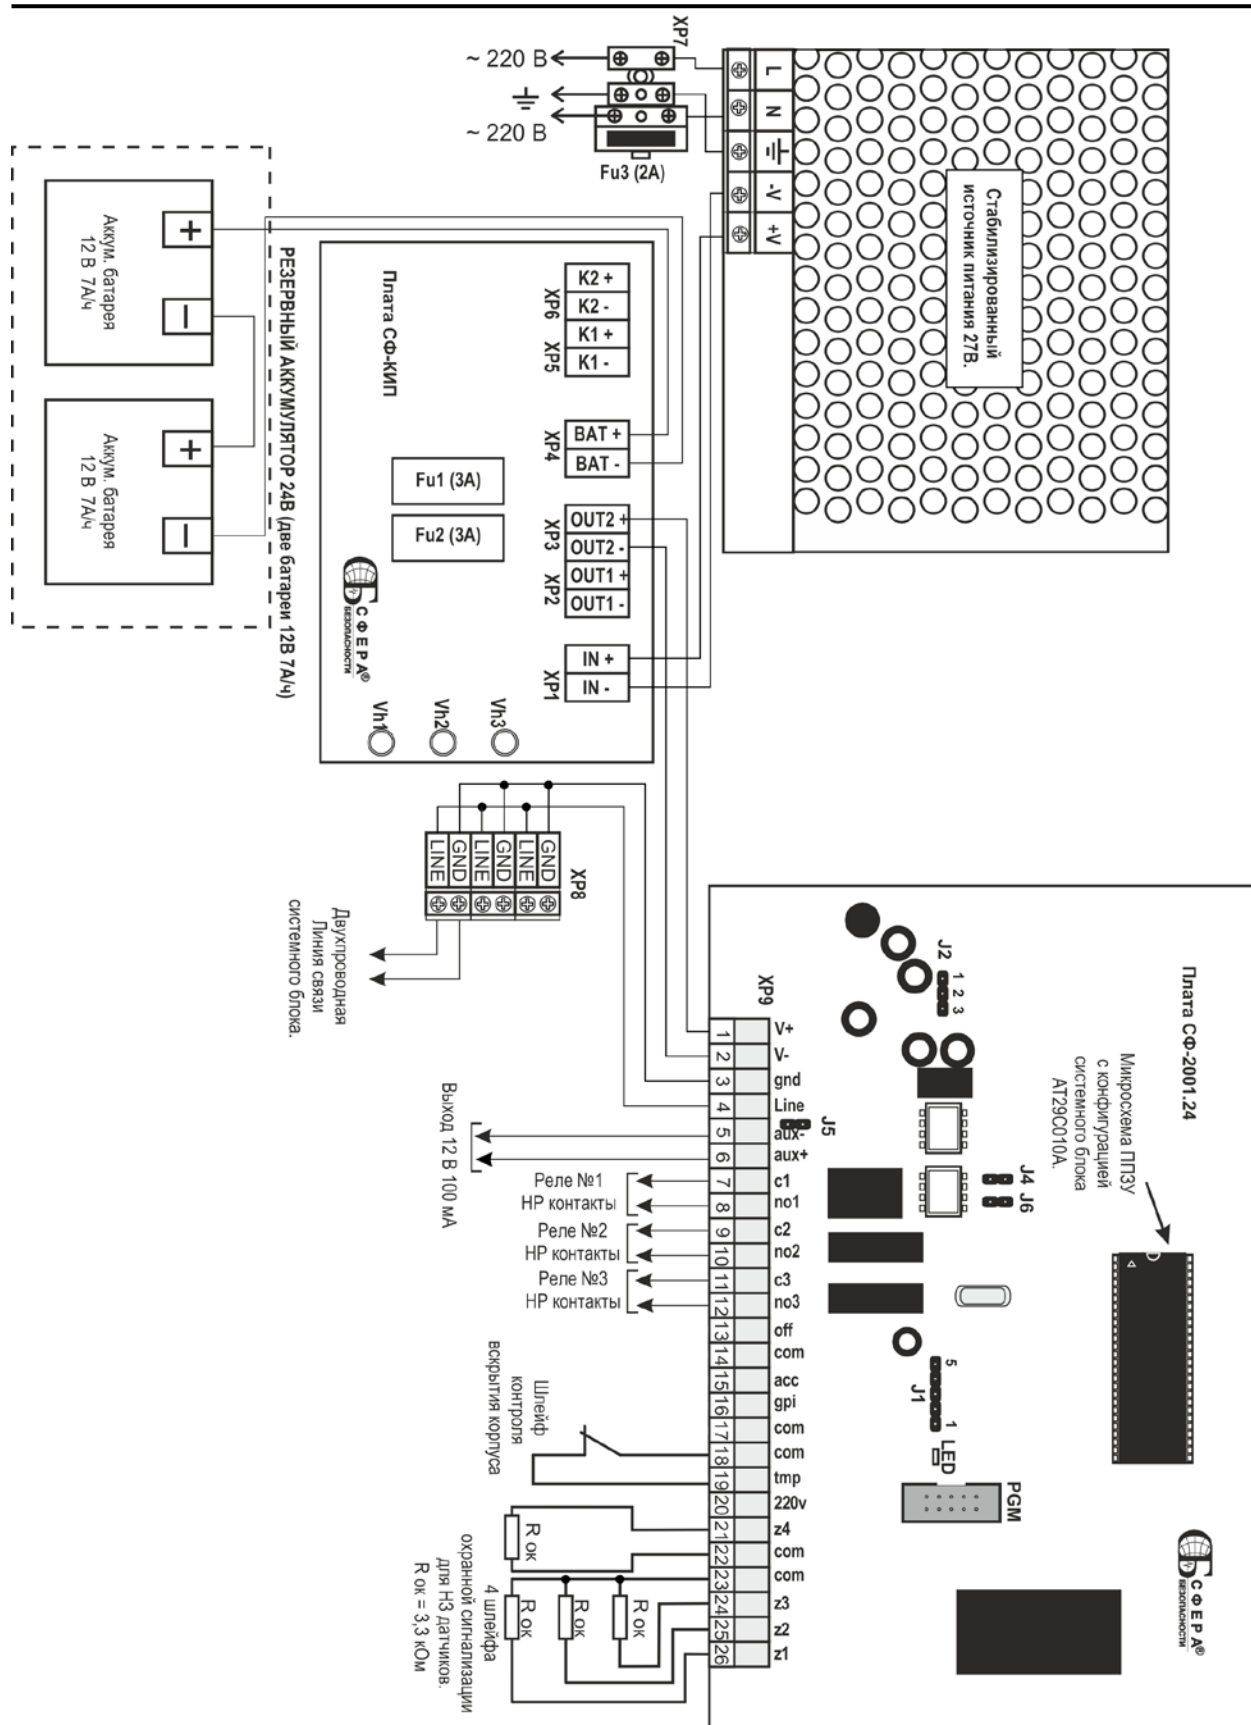
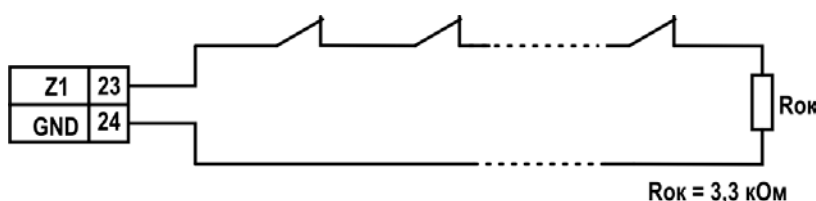

Рисунок 9
Рисунок 10.
На рис.9 показана схема электрическая подключения системного блока СФ-2001.24.
Шлейфы охранной сигнализации используются для оборудования системой сигнализации помещения, в котором установлен системный блок. Шлейфы охранной сигнализации предназначены для подключения охранных извещателей с нормально замкнутыми контактами. Если эти шлейфы не используются, то на соответствующие клеммы рекомендуется устанавливать оконечные резисторы номиналом 3,3 кОм. Схема включения извещателей в охранный шлейф приведена на рис.10.
- ж) Подключите нормально замкнутые извещатели к клеммам охранных шлейфов (клеммы Z и COM). Оконечные резисторы должны устанавливаться в конце шлейфа сигнализации (рис.10). Если охранные шлейфы не используются, то оконечные резисторы устанавливаются на соответствующие клеммы системного блока (клеммы Z и COM).
- а) **С помощью программатора СФ-ПМ6040.** Выключите питание системного блока. Извлеките микросхему AT29C010A (рис.9) из платы и установите ее в программатор СФ-ПМ6040, соблюдая ориентацию ключа (на рис.10 ключ обозначен полукругом на корпусе микросхемы). Подключите программатор к СОМ-порту компьютера. Включите питание компьютера и программатора. Загрузите файл с расширением "bc2" в микросхему AT29C010A используя программу PGM3. Выключите питание программатора и извлеките из него микросхему AT29C010A. Установите микросхему на плату системного блока. Для правильной установки микросхемы соблюдайте ориентацию ключа (на рисунке 10 ключ обозначен полукругом на корпусе микросхемы). Важно!!! При неправильной установке микросхема может выйти из строя. Включите питание системного блока. Порядок работы с программатором и формирование файла с расширением «bc2» подробно описан в «Руководстве по программированию».